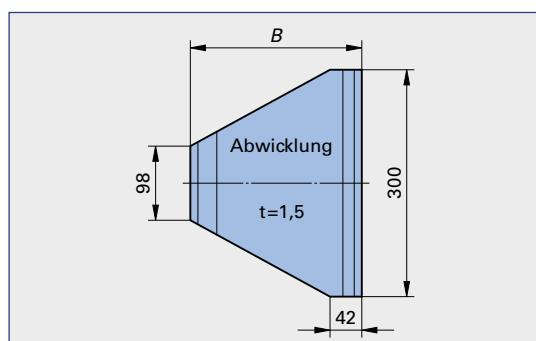

Bild 3
- Die zylindrische Zarge (**Bild 2**) wird mit einem einfachen Falz geschlossen. Die Zugabe für den Steg am Bodenende beträgt 5 mm (**Bild 3**).